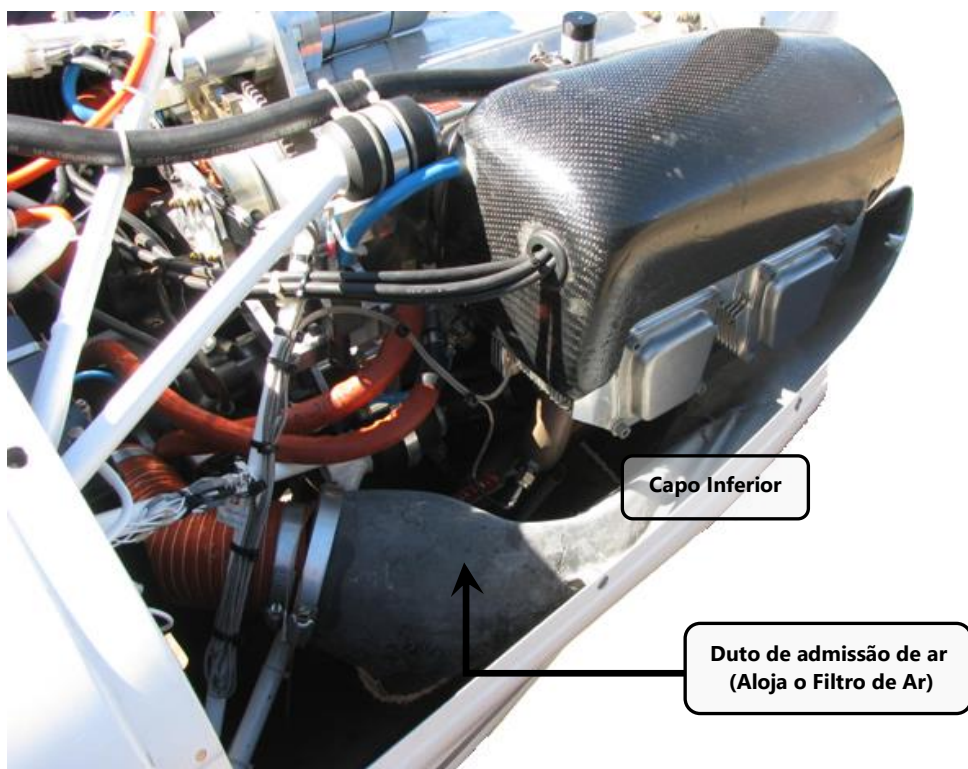

Figura 71.10.2 – Entrada de ar - Carburador.
2. Remover a abraçadeira, mostrada na figura 71.10.2, utilizar uma chave de fenda de 5/16";
4. Remover o capô inferior do motor e guardá-lo junto com seus parafusos e arruelas para futura reinstalação. Tomar cuidado com o filtro de ar, situado dentro do duto mostrado na figura 71.10.2. O capô deve ser retirado na direção do encaixe entre o filtro e o duto.